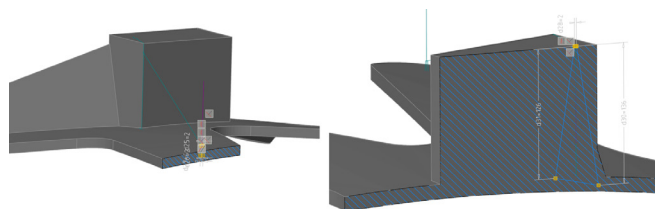

Рис. 90. Эскизы сечений
- строим эскизы сечений, как показано на рис. 90;